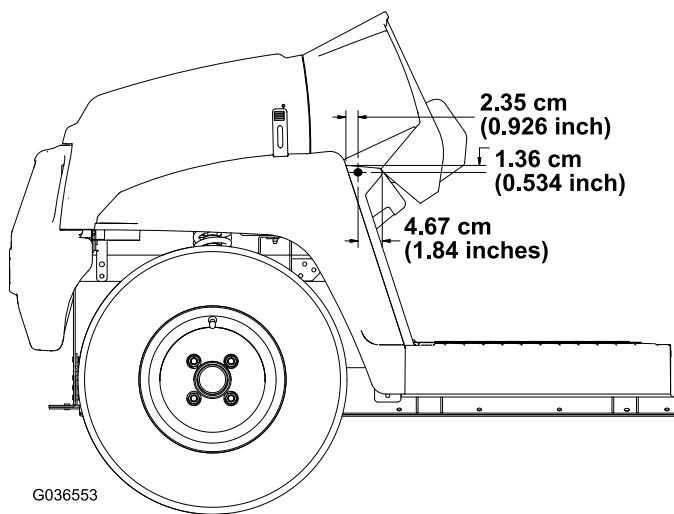

Figura 4
3. Con las dimensiones mostradas en Figura 4, realice 1 taladro (5/16") en la parte exterior de la placa del suelo en los laterales derecho e izquierdo de la máquina.